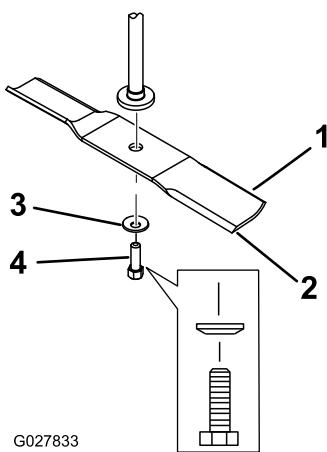

Figure 57
2. Enlevez de l'axe le boulon, la rondelle bombée et la lame (Figure 57).
- Placez la lame sur l'axe (Figure 57).
- Montez la rondelle bombée (face concave vers la lame) et le boulon de lame (Figure 57).